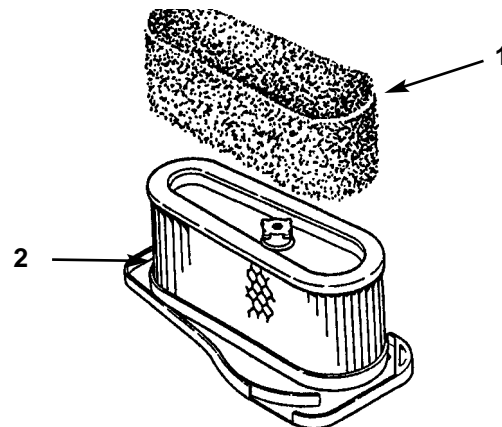

Fig. 28
4. Togliete delicatamente il filtro di spugna dal filtro di carta (Fig. 28)
1. Mettete delicatamente il filtro di spugna sopra il filtro di carta (Fig. 28).